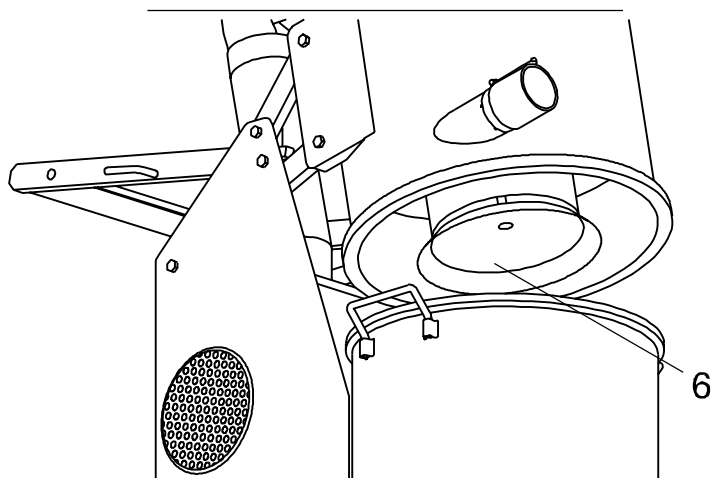

Рисунок 6. Циклон
7.2.3. Проверить состояние циклона. Если необходимо, открутить пылеотбойник 6, очистить внутренние поверхности циклона (Рисунок 6).